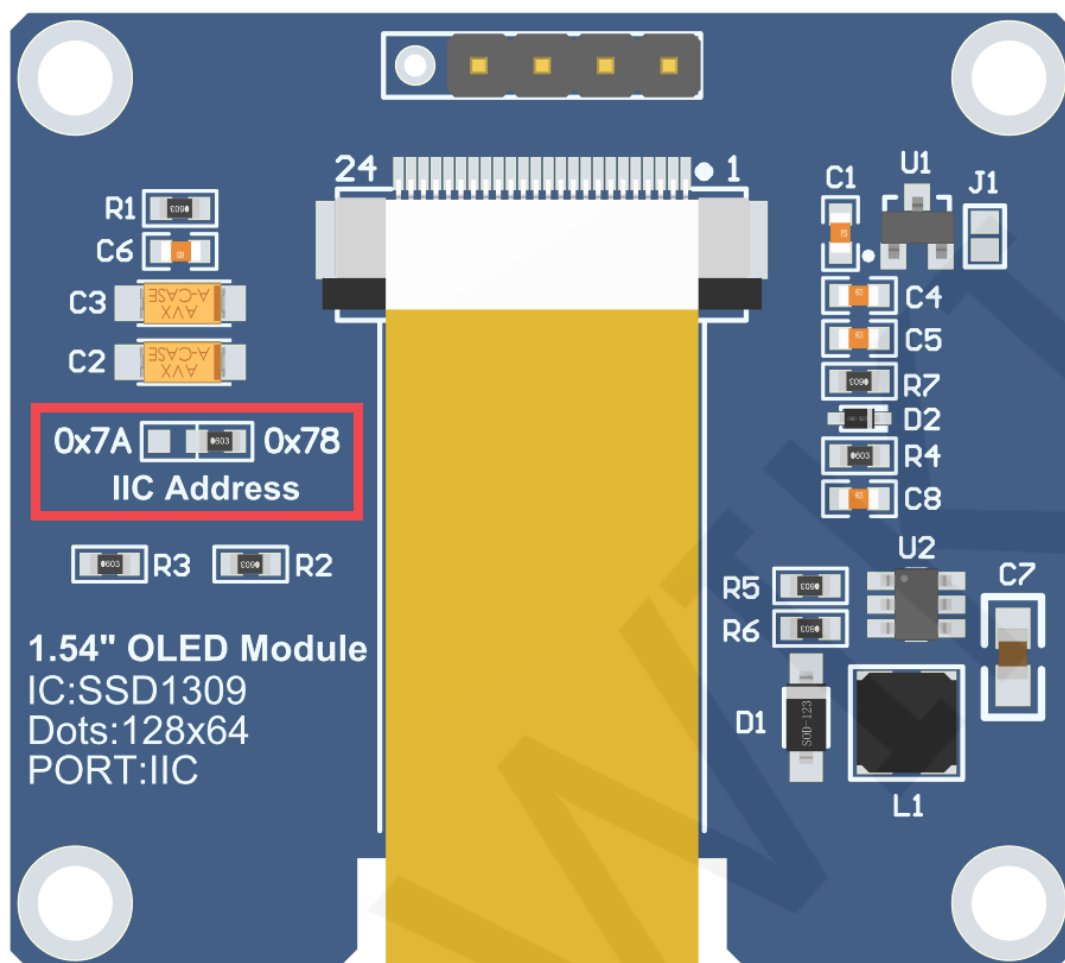

图2. 模块背面图
- 1、本模块支持IIC从设备地址切换（如图2红框内所示），具体说明如下：